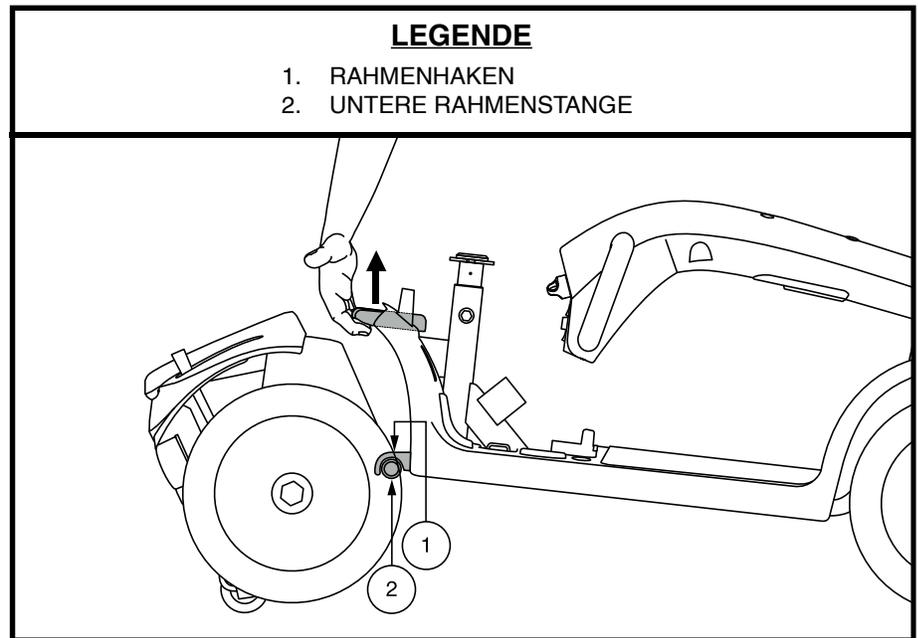

Abb. 24. Rahmenverriegelungshebel
3. Festhalten und Hochheben am Rahmenlösehebel. **Siehe Abb. 24.**
1. Vorder- und Heckteil Ihres Elektromobils wie in **Abb. 24** dargestellt positionieren.